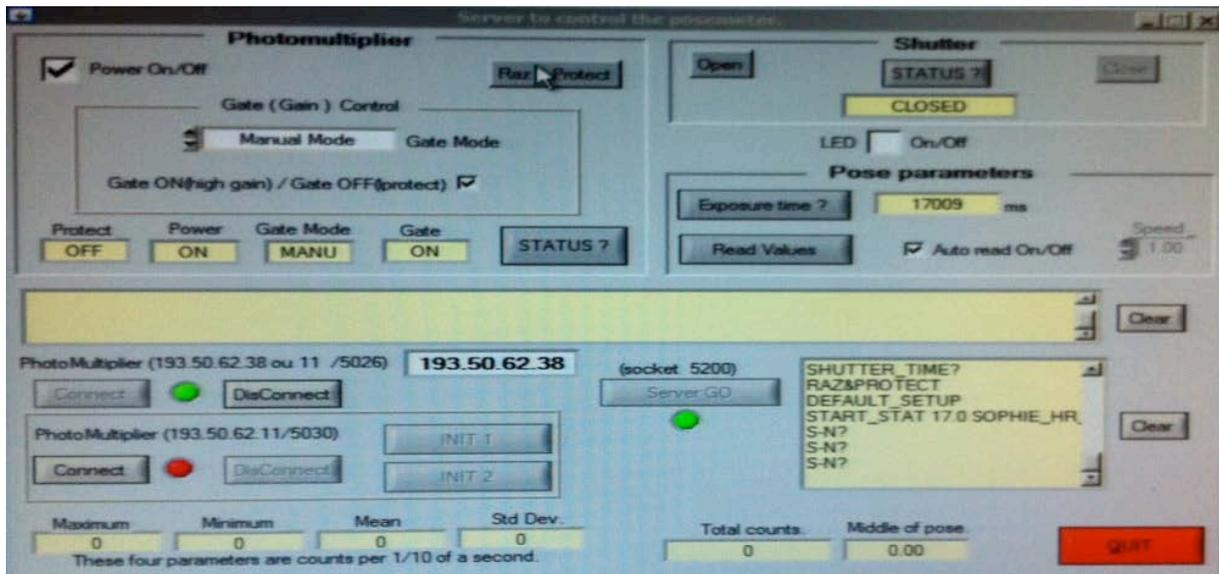

Figure 5: Fenêtre de control du Posemètre. Permet de réinitialiser les photomultiplicateurs en cas de problèmes
**Attention :** Si le posemètre ne fonctionne plus, quitter le « NSTS-FP » et « GO » (fenêtre : communication control for Sophie) puis cliquer sur « Connect » du canal 5030 dans la fenêtre « server to control the posemeter » (Figure 5). On peut alors réinitialiser les photomultiplicateurs en cliquant sur INIT1 et INIT2. Enfin, quitter le serveur du posemètre en cliquant sur « QUIT ». Redémarrer le « serveur de posemètre », « GO » et le « NSTS-FP ». Si cette procédure ne fonctionne pas, éteindre puis rallumer le boîtier « posemètre » (voir Figure 10) dans le local électronique.